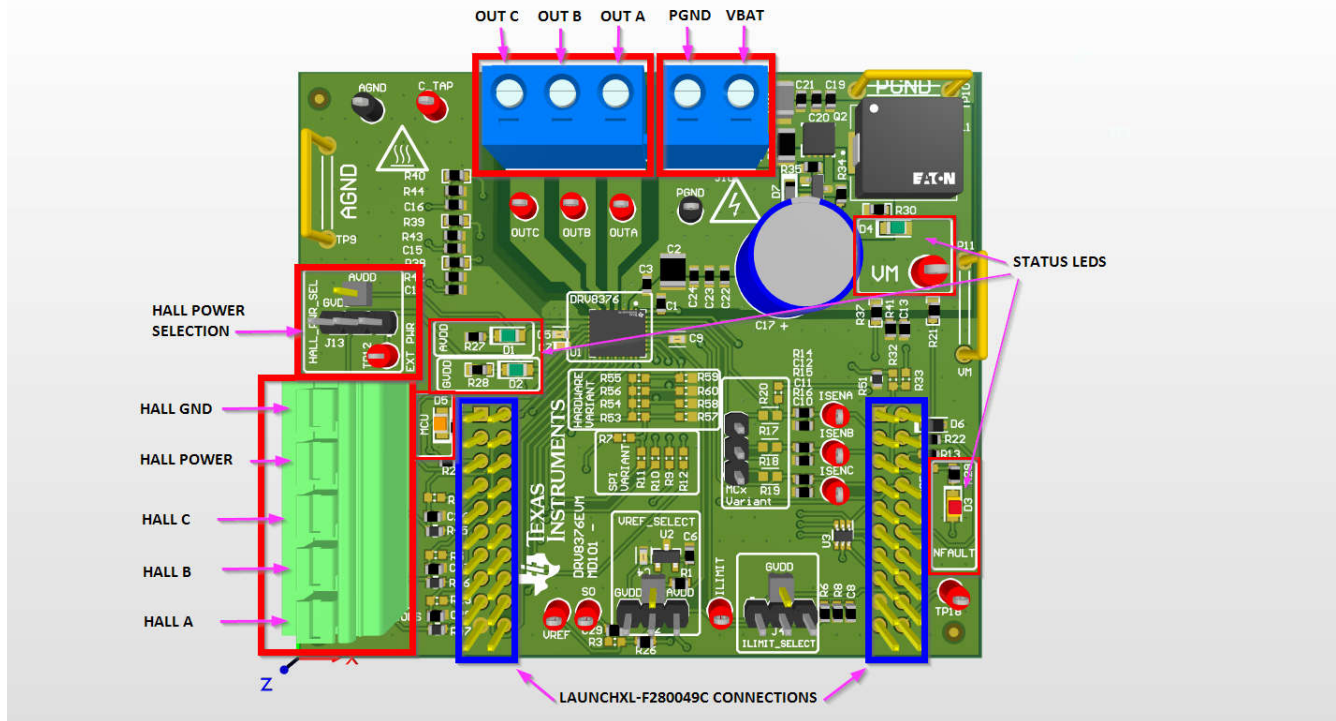

图 2-1. DRV8376EVM 主要硬件模块
下面部分介绍了 EVM 硬件以及与外部电源、霍尔传感器、PC (通过 USB) 和电机的连接。DRV8376EVM 的主要构建块如图 2-1 中所示。DRV8376EVM 设计为可在 4.5V 至 65V 的输入电源电压下运行。
3. 请勿打开电源。将电机电源连接到 VM 并将电源地连接至 PGND。可以在图 2-1 中找到 PGND 和 VM 的位置。